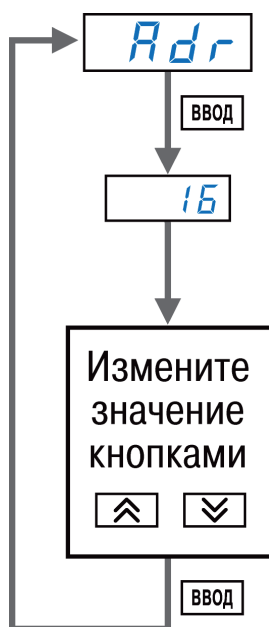

Рисунок 12.5 – Схема изменения параметра
- Значение задается (см. рисунок 12.5) кнопками **↑** и **↓**.